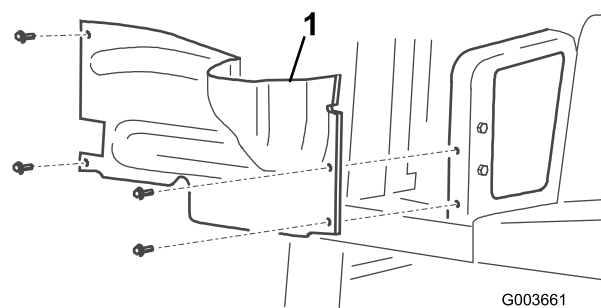

Figura 2
4. Retire los 4 pernos que sujetan la cubierta de la rueda derecha al bastidor y retire la cubierta (Figura 2).